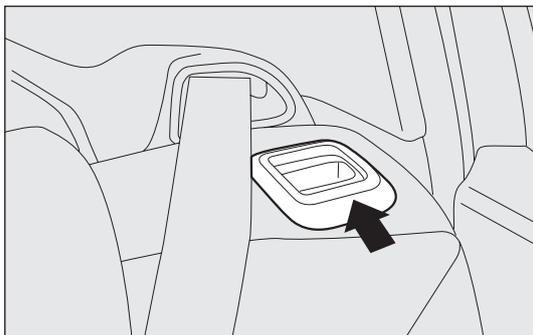

fig. 125
**AVVERTENZA** Il corretto aggancio dello schienale è garantito dalla scomparsa della “banda rossa” presente di fianco alle leve di abbattimento schienale fig. 125. Tale “banda rossa” indica infatti il mancato aggancio dello schienale. Nel riportare lo schienale in posizione di utilizzo accertarsi dell’venuto aggancio fino a percepire lo scatto di blocco.